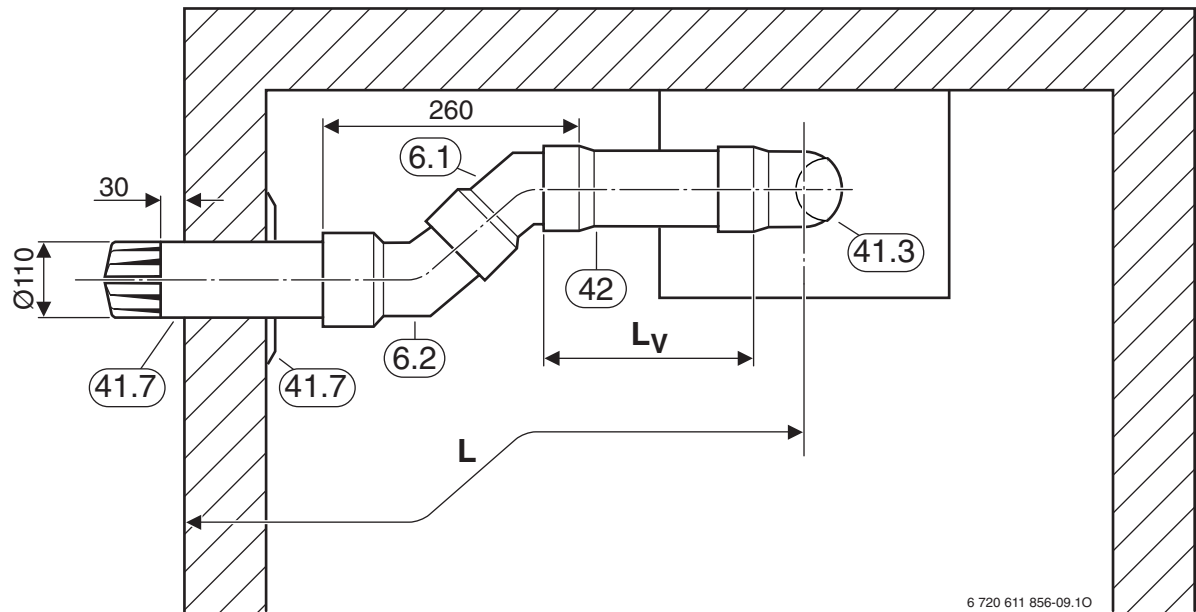
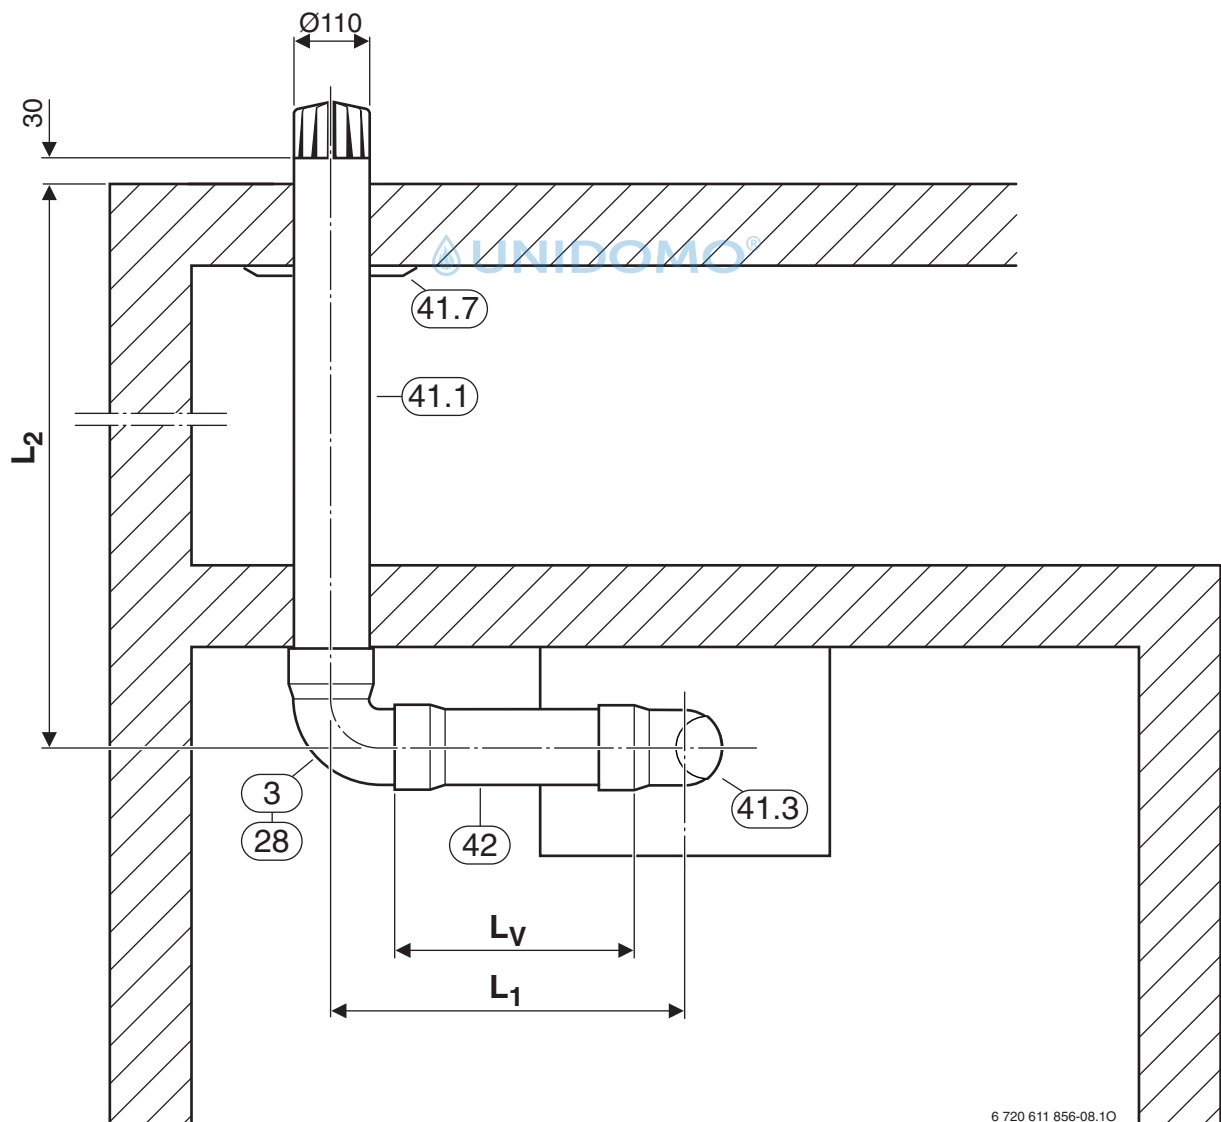

Bild 8
Bild 9
3.2 Abgasrohrführung mit zwei 45°-Umlenkungen (Bild 8) bzw. einer 90°-Umlenkung (Bild 9)
Legende zu Bild 8 und Bild 9: